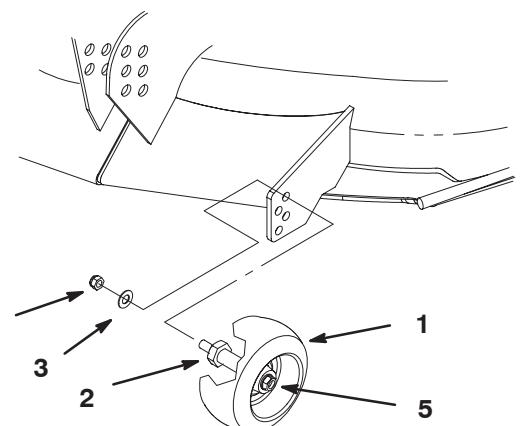

Bild 15
1. Entfernen Sie nach dem Einstellen der Schnitthöhe die Mutter und Scheibe, während Sie den Bolzen mit einem Schraubenschlüssel festhalten (Bild 15).
Hinweis: Entfernen Sie nicht die Radmutter und Scheibe (Bild 15).
2. Wählen Sie eine Lochposition, damit die Radstelze 9,5 mm Bodenfreiheit hat und der Schnitthöhenhebel verwendet werden kann (Bild 15).
3. Montieren Sie die Bolzenmutter und Scheibe (Bild 15).